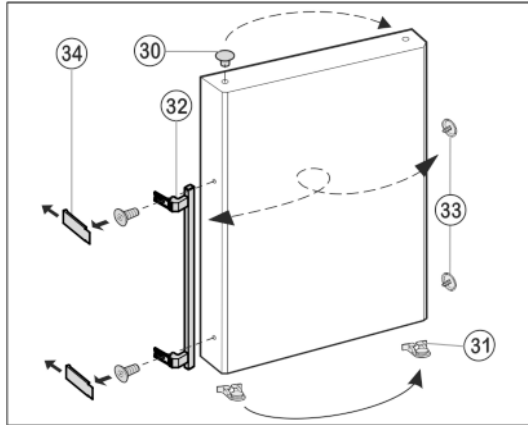

Fig. 12
- Retire el tapón Fig. 12 (30) del casquillo de cojinete de la puerta y cámbielo de sitio.
- Desmonte el tirador de la puerta Fig. 12 (32), los tapones Fig. 12 (33) y las placas de presión* Fig. 12 (34) y cámbielos al lado opuesto.